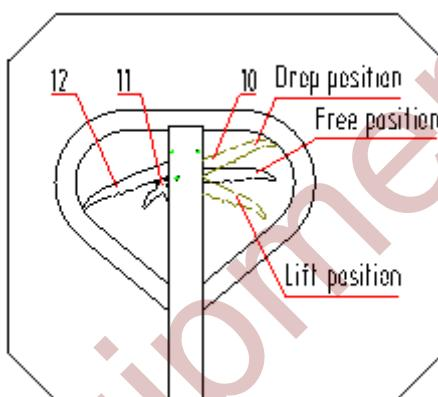

Fig.5
- 4.1 Une fois le chariot assemblé, essayez de faire basculer la poignée et d'actionner le bouton de commande 1 0 dans différentes positions pour examiner le levage, la position libre et la position de descente, et vérifiez si les différentes positions sont normales. Voir fig. 5.
- 5.3 Voir la figure 5. Lorsque la poignée 10 est placée en position de levage, le chariot est en position de levage. À ce moment, il suffit de tourner la poignée pour soulever le chariot.
- 5.4 Voir la figure 5. Lorsque la poignée 10 est en position libre, le chariot se déplace. À ce moment, si vous actionnez la poignée, le chariot ne se soulèvera ni ne s'abaissera. Vous pouvez alors l'utiliser pour déplacer la cargaison.
- 5.5 Voir fig. 5, lorsque le bouton manuel 10 est placé sur En position de chute, les fourches du chariot s'abaissent automatiquement.
- 5.6 Voir fig. 5, lorsque le bouton manuel 12 est placé, le chariot sera en état de marche libre.
- 5.7 Voir fig. 5, lorsque le bouton manuel 12 est placé au-dessus, le chariot sera en état de freinage.
- 5.8 Voir fig. 5, le bouton manuel 11 est utilisé pour desserrer le frein.